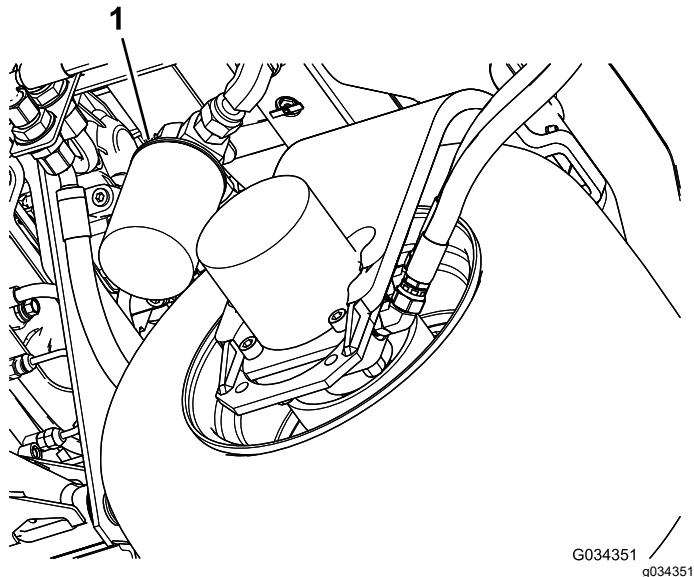

Bild 86
2. Reinigen Sie den Anbaubereich des Filters. Stellen Sie ein Auffangwanne unter den Filter (Bild 86) und entfernen den Filter.